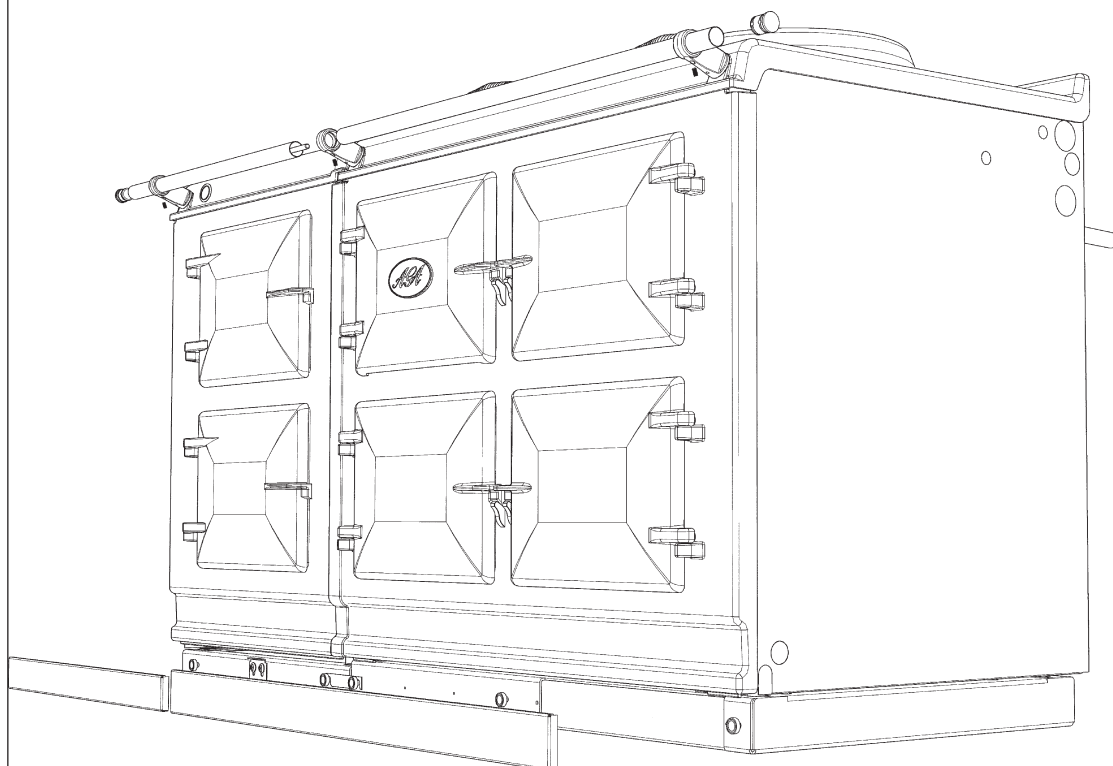

图. 17
11. 将全螺纹螺钉插入 5 烤箱灶具扶手一端的孔中，然后将扶手沿着支架推入（确保全螺纹螺钉从热橱柜右侧伸出），并用螺钉将两个扶手固定在一起。（参见图 17）。
14. 最后，将底座面板安装在底座正面的磁铁上，确保 5 烤箱灶具右侧的底座面板与 AGA 全控型灶具左侧的底座面板紧密连接，不留缝隙。请确保底座面板的位置居中，并勿使任何灶具悬空。（参见图 17）。